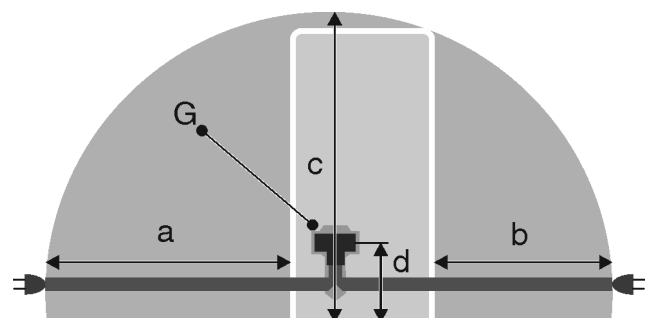

Fig. 23 Kühl-/Gefrierkombinationen / Gefriergeräte / Vollraum-BioFresh-Geräte
- Steckdose liegt nicht hinter dem Gerät, sondern in den Bereichen a oder b Fig. 23 (a, b, c).
- ▶ Gerätestecker Fig. 23 (G) auf der Rückseite des Gerätes einstecken. Auf richtiges Einrasten achten.